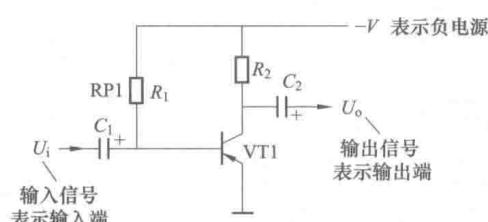

图 1-7 单元电路图示意图
3) 在单元电路图中已经对电源、输入端和输出端加以简化，通过这些简化标记可以方便识图，如图 1-7 所示。
在图 1-7 中， $-V$  表示直流工作电压，负号表示采用负极性直流电压供电，电源正极接地端； $+V$  表示直流工作电压，正号表示采用正极性直流电压供电，电源负极接地端； $U_i$  表示输入信号，是这一单元电路所要放大或处理的信号； $U_o$  表示输出信号，是经过这一单元电路放大或处理后的信号。
在图 1-7 所示的单元电路中，见到  $U_i$  便可以知道信号通过电容  $C_1$  加到三极管 VT1 基极，还可以确定  $C_1$  是输入端耦合电容；见到  $U_o$  便可以知道信号从三极管 VT1 集电极输出， $C_2$  是输出端耦合电容。这相当于在电路图中标出了放大器的输入端和输出端，大大方便了电路工作原理的分析。